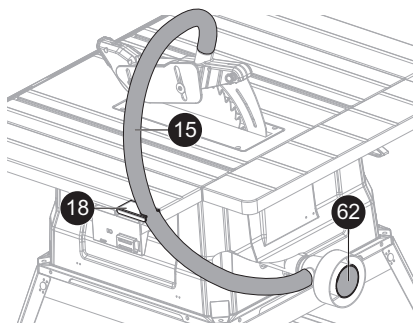

Fig. 9c
- > Para que la pieza de trabajo consiga pasar correctamente, fije el tubo de aspiración de [15] al soporte del tubo [18] antes de usar la sierra. (Fig. 9c)
- > Para evitar la acumulación de serrín y así obtener un mejor resultado, monte el tubo de aspiración (no incluido) en el orificio C [62] del adaptador de aspiración de polvo [1]. (Ver Fig. 9c). NO haga funcionar la sierra con el tubo de aspiración colocado a menos que el sistema de aspiración esté encendido.